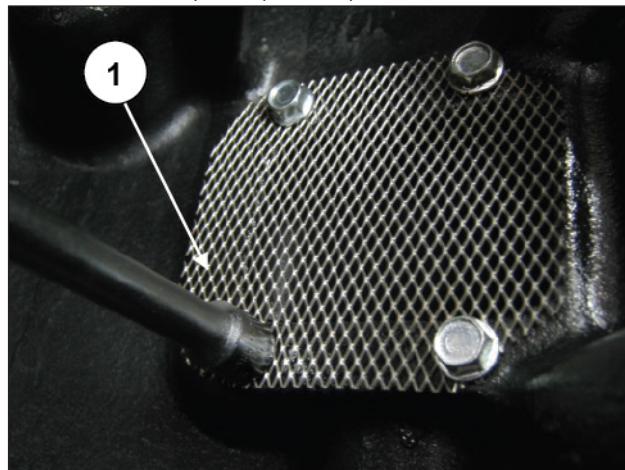

Abb. 68
Fixieren Sie das Ölfilternetz mit vier Schrauben M6 am hinteren Gehäuse (Pos. ①, Abb. 68).